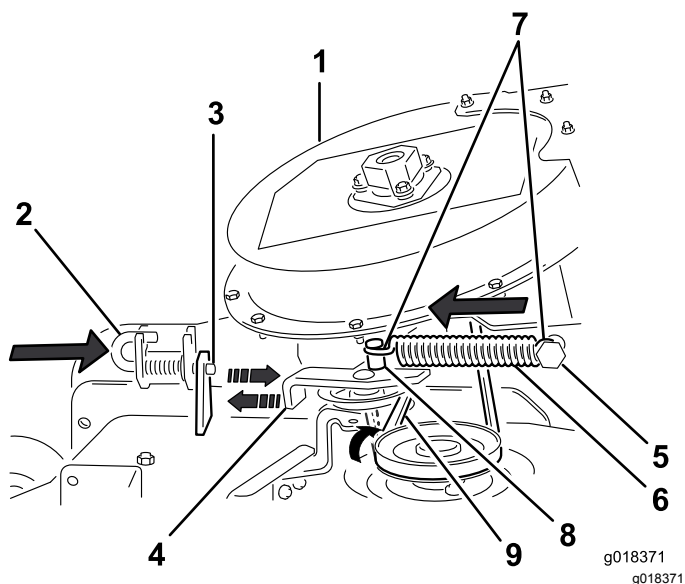

Figure 44
- Faites passer la courroie momentanément sous la poulie de tension (Figure 44).
- Déplacez le support de pivot de la poulie de tension vers le tenon fixe du ressort et accrochez le ressort en alignant le crochet sur le tenon mobile du ressort (Figure 44).
- Tirez sur la poulie de tension rappelée par ressort pour l'éloigner du tenon fixe et chaussez la courroie sur la poulie du plateau de coupe (Figure 44).